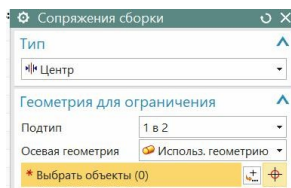

рис.52
- Для этого вам придется описать сопряжение сборки «Центр» (рис.52). Опции в окошках «Подтип» и «Осевая геометрия» просто повторите (здесь нет времен их обсуждать подробно).